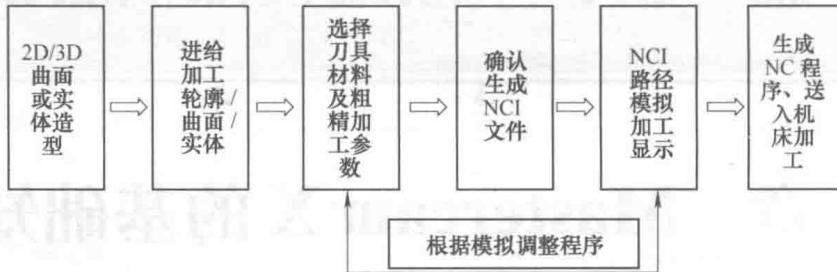

图 1-1 Mastercam X 的工作流程
2) Mastercam X 是一款新型软件，包括 CAD 模块和 CAM 模块。其中 CAD 主要用于辅助图形设计，包括二维和三维造型技术；CAM 主要用于辅助制造。Mastercam X 的工作流程如图 1-1 所示。